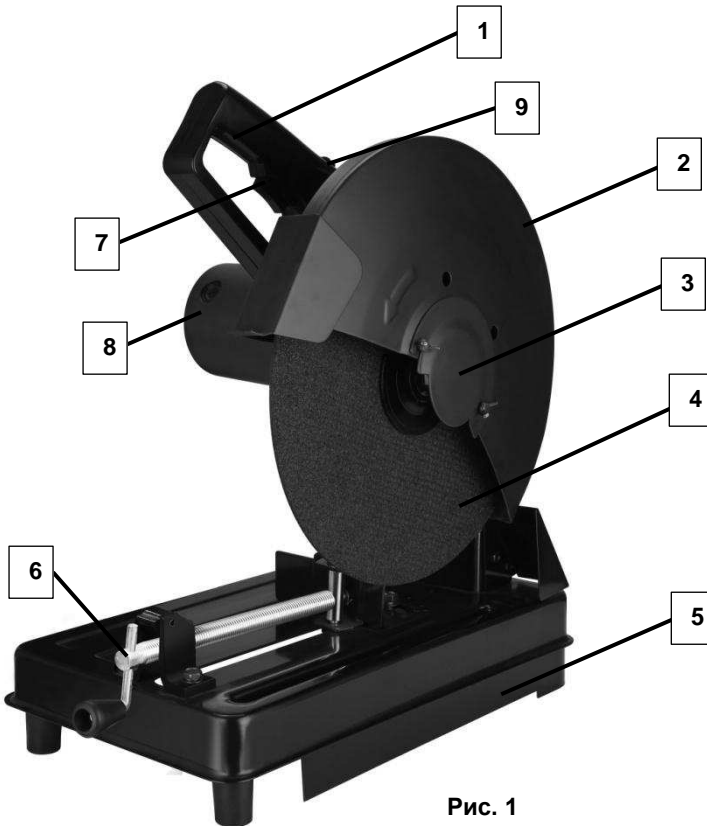

Рис. 1
- Смонтируйте защитный кожух (2, Рис.1).
Нажмите выключатель (7, Рис.1).
Отпустите выключатель (7, Рис.1).
- При продолжительной перегрузке двигателя пилы произойдет срабатывание теплового предохранителя. Срабатывание предохранителя является признаком нарушения допустимого режима работы, в этом случае необходимо сделать перерыв в работе пилы до ее полного остывания, нажать кнопку ручного включения предохранителя (9, рис.1) и продолжить работу, прилагая к пиле меньшее усилие.